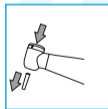

Abb. 4.2
4.2 Entfernen des Bohrers (Abb. 4.2)